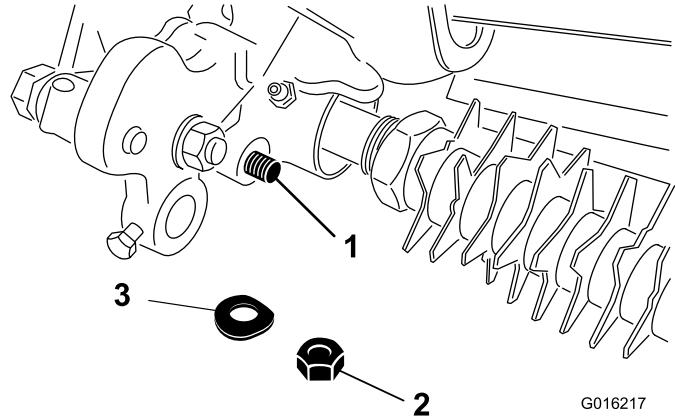

Рисунок 11
23. Прикрепите конец стержня узла рычага регулятора к узлу привода щетки с помощью тарельчатой шайбы и контргайки (Рисунок 11).
28. Прикрепите конец стержня узла рычага регулятора к узлу привода механической щетки с помощью тарельчатой шайбы и контргайки (Рисунок 11).